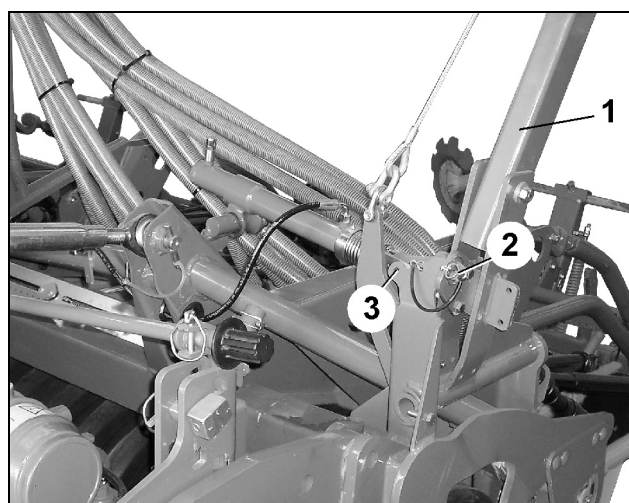

Fig. 98
- Markør-udklappet (Fig. 98/1) holdes fast, hvorefter bolt og ringsplit (Fig. 98/2) kan fjernes.
- Bolt og ringsplit anbringes i hullet (Fig. 98/3), når de ikke er i brug.
Når ringsplitten (Fig. 98/2) fjernes, læner markør-udklappet sig lidt til siden.